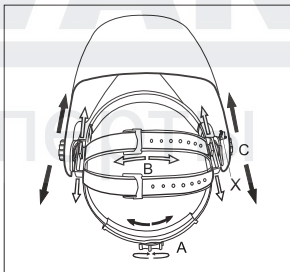

Рис. 1
1. Длину окружности оголовья можно увеличить или уменьшить, вращая ручку с нажатием на затылочной части оголовья, (см. «А» на рис.1). Данная процедура выполняется при надетой сварочной маске и позволяет получить натяжение, необходимое для надежной фиксации сварочной маски на голове.
2. Если наголовник сидит на голове слишком высоко или слишком низко, отрегулируйте ремень, который проходит через макушку. Для этого ослабьте конец ремня, выдавив стопорный штифт из отверстия на ремне. Переместите две части ремня относительно друг друга на требуемую длину и вставьте стопорный штифт обратно (см. «В» на рис.1).
1. Ослабьте гайки-фиксаторы (см. «С» на рис. 1) и двигайте маску к или от вашего лица. Убедитесь, что расстояние между обоими глазами и светофильтром одинаковые, чтобы избежать неравномерного затемнения светофильтра.